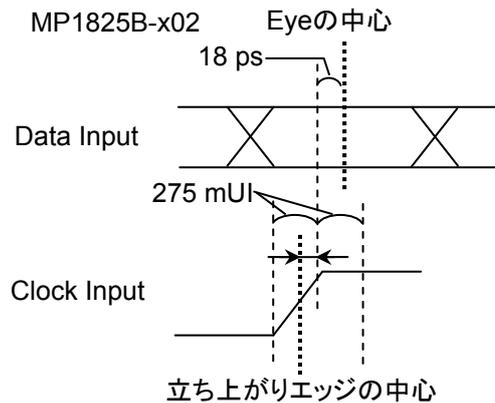

図3.3-2 Data Input と Clock Input の位相差 (MP1825B-x02)
Data Input と Clock Input へ入力するデータとクロックの位相差を、図 3.3-2 のとおり調整してください。MP1825B-x04 の場合は、Data/Clock Adjustment 機能を使用して位相差を自動調整できます。
- Data Input と Clock Input へ入力するデータとクロックの位相差を, 図 3.3-2 のとおり調整してください。MP1825B-x04 の場合は, Data/Clock Adjustment 機能を使用して位相差を自動調整できます。
- Data Input と Clock Input へ入力するデータとクロックの位相差を、図 3.3-2 のとおり調整してください。